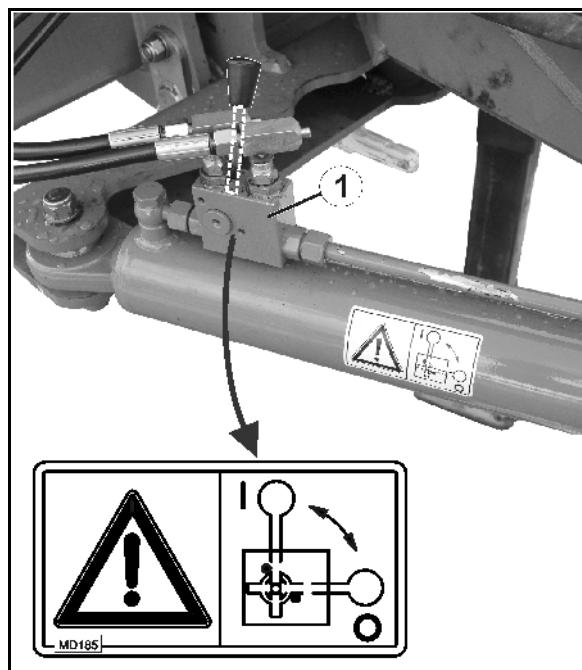

Fig. 43
1. Anbring styrestangen i centerstilling (styrestangen (Fig. 43/1) flugter med redskabet).
4. Fastgør styrestangen ved at lukke kuglehanen (Fig. 43/2) i positionen 0.